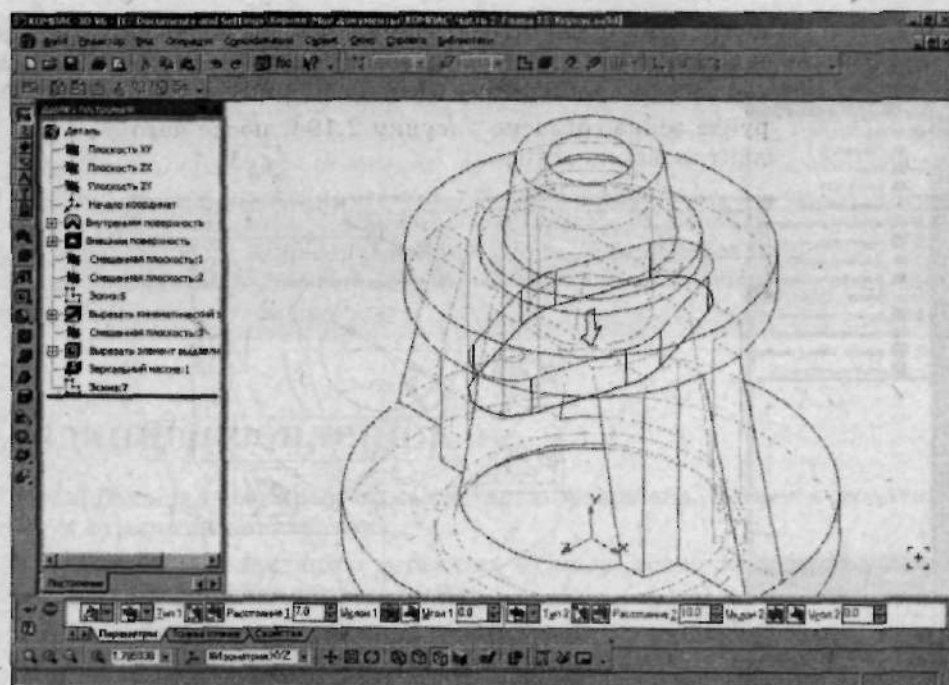

Рис. 2.192. Создайте элемент при помощи инструмента Приклеить выдавливанием
5. В **Дереве построений** выберите созданный эскиз и на панели инструментов щелкните по кнопке (Приклеить выдавливанием). В поле **Расстояние 1** введите 7 мм (рис. 2.192).